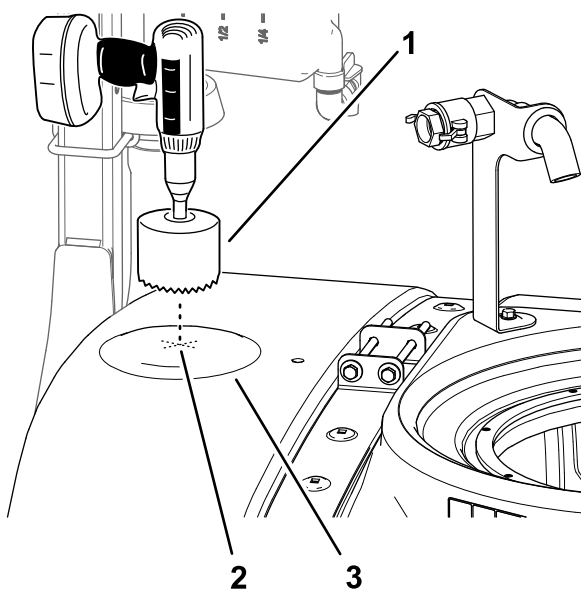

Рисунок 26
2. Найдите переднюю часть верхней поверхности бака, как показано на Рисунок 26.
3. Просверлите отверстие с помощью цилиндрической пилы диаметром 9 см, (Рисунок 26).